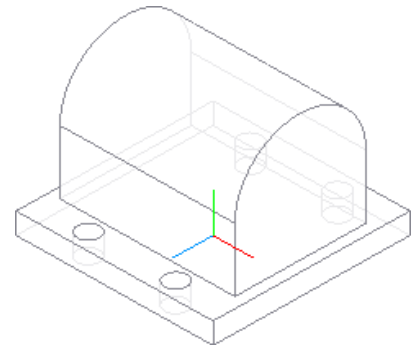

Рис. 7.27
4. Применяем к полученному эскизу команду  **Приклеить выдавливанием**. **Направление выдавливания** – **Средняя плоскость**, **Расстояние** – 80 (рис. 7.27).